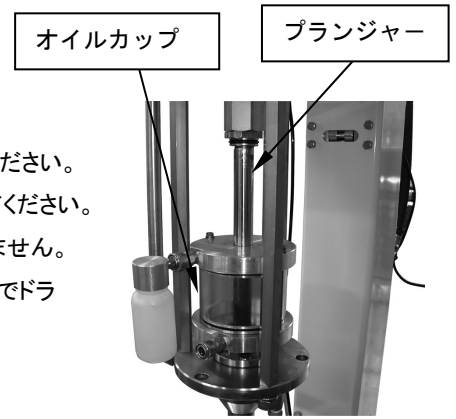

Fig.6.1
- 1) ポンプのプランジャー摺動部とオイルカップをパッキンでシールしていますが、上下摺動の繰返しでプランジャーの外周に付着したオイルが蓄積しますので、日常清掃を行ってください。(Fig.6.1)